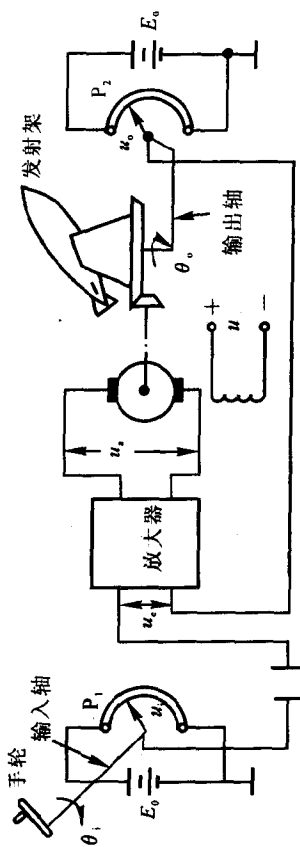

图 1.3.2 导弹发射架方位角控制系统原理图
2. 图 1.3.2 是控制导弹发射架方位的电位器式随动系统原理图。图中电位器 P_1, P_2 并联后跨接到同一电源 E_0 的两端,其滑臂分别与输入轴和输出轴相连接,以组成方位角的给定装置和反馈装置。输入轴由手轮操纵;输出轴则由直流电动机经减速器后带动,电动机采用电枢控制方式工作。